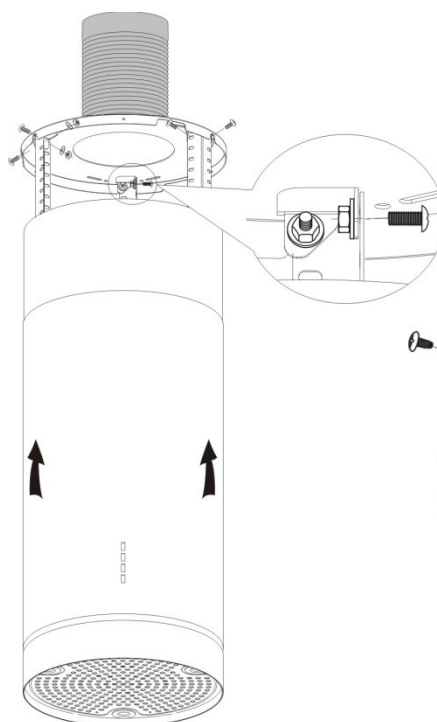

Рис. 8
7. Поднимите прибор опустите выдвижную трубу с потолка. См. рис. 8. Затем с помощью 4 винтов (M4*10), гайки M4 и шайбы прикрепите угловое крепление прибора к подвесной пластине.